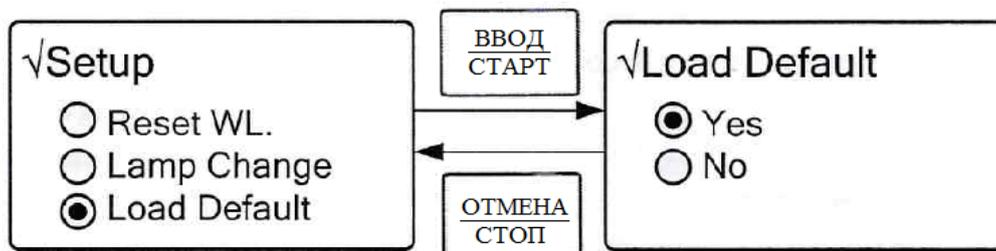

Рисунок 27. Сброс настроек до заводских
2.5.2.7. “Load Default” – сброс параметров прибора до заводских настроек. Для сброса настроек с помощью кнопок “▲” и “▼” выберите строку **Load Default** и нажмите кнопку “ВВОД/СТАРТ”. На дисплее отобразится меню с предложением подтвердить сброс настроек до заводских On, или отменить сброс настроек Off. Подтверждение действия осуществляется нажатием кнопки “ВВОД/СТАРТ” (см. рис. 27).